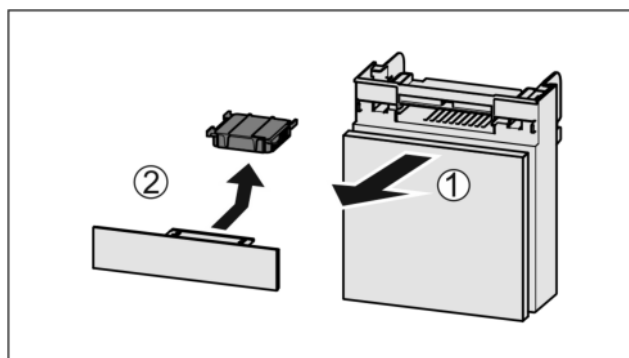

Fig. 166
- Fach nach vorne herausziehen Fig. 166 (1).
- Aktivkohlefilter entnehmen Fig. 166 (2).